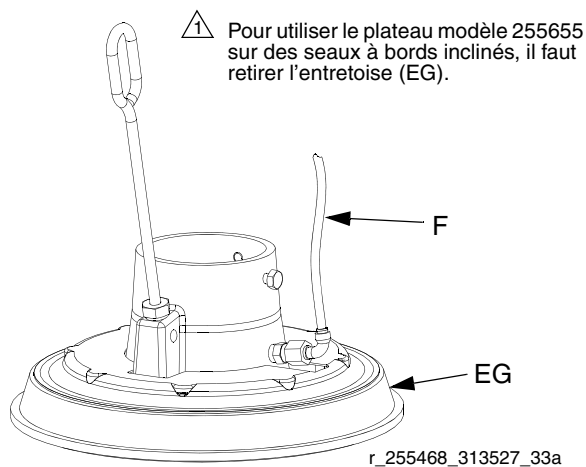

FIG.10
Voir FIG.10. Si le plateau racleur est difficile à sortir du seau quand on soulève la pompe, il est possible que le tuyau d'assistance pneumatique (F) ou le clapet antiretour soient bouchés. Si la vanne est bouchée, elle empêchera l'air de passer sous le plateau, ce qui rendra l'extraction hors du seau plus difficile.
2. Nettoyer le tuyau assisté par air comprimé (F) situé dans le plateau. Nettoyer toutes les pièces de la vanne et les remonter.
3. Enlever la tige de purge (EK) du plateau. Pousser la tige de purge à l'intérieur des ports de purge pour les vider du reste de produit.